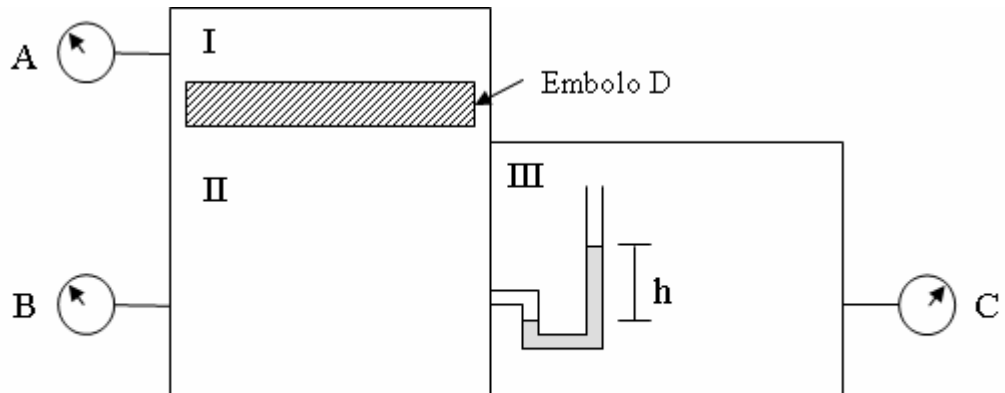

Figura 1.3
21. En el sistema mostrado en la Figura 1.3 se lee una presión de 413,7 kPa en el manómetro A, y el manómetro C marca 344,7 kPa. El émbolo D tiene una masa de 181 kg y un área transversal de $0,0465 \text{ m}^2$. La presión barométrica local es de 740 mmHg y la gravedad local es de $9,8 \text{ m/s}^2$. La densidad del líquido manométrico (Hg) es de $13,6 \text{ g/cc}$. Calcular: